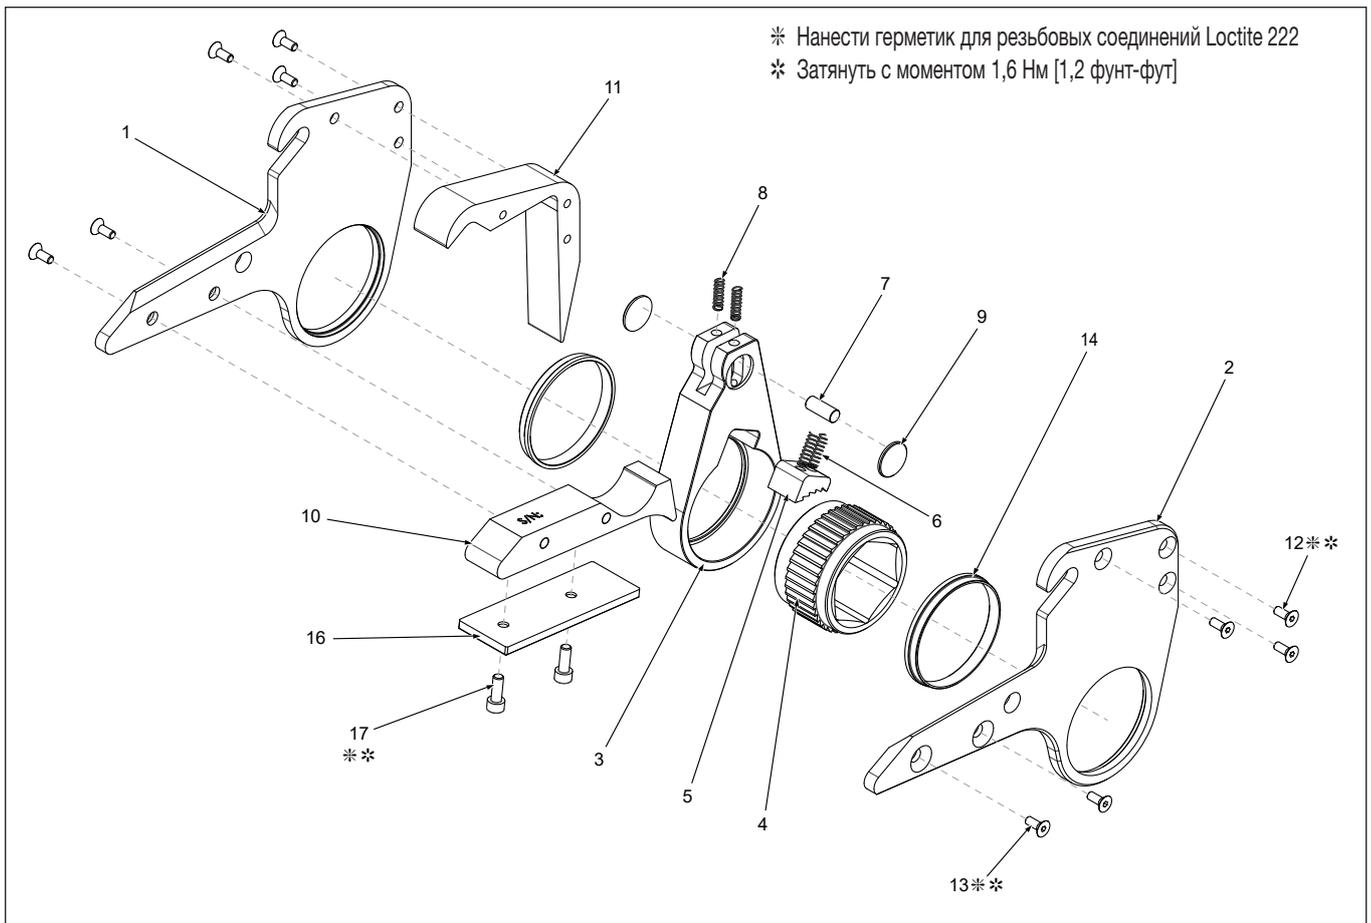

Рисунок 20: Изображение кассеты HLP системы HMT в разобранном виде
7.3.3 Система НМТ, кассета HLP – разборка и сборка (рис. 20 и 21)
- Положите кассету HLP на бок, снимите три винта передней прокладки (12) и два винта опорной накладки (13), а затем боковую крышку кассеты HLP (1 или 2).
- Снимите втулку храпового колеса (14). Узел приводного механизма теперь можно снять из кассеты. Осторожно выньте две нажимные пружины (8) из приводного механизма и отложите их в сторону.
- Снимите храповое колесо (4), собачку (5) и пружины собачки (6).
- Отсоедините две фиксатора приводного штифта (9), и выдвините приводной штифт (7) из приводного механизма (3).
- На оставшейся крышке выньте три винта передней прокладки (12) и два винта опорной накладки (13), отделите переднюю прокладку (11) и опорную накладку (10) от оставшейся боковой крышки кассеты HLP (1 или 2).
- Разберите опорную накладку, сняв два винта с головкой под торцовый ключ (17), и снимите защитную пластину (16) со вставки опорной накладки (10).
- Высушите все компоненты. Нанесите тонкий слой смазки на основе дисульфида молибдена на участки, показанные на рис. 20.